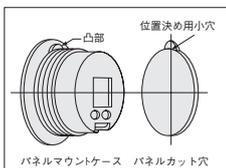

図1
3. パネルに取り付ける際は、パネルマウントケースフランジ部裏側の凸部とパネルカット穴の位置決め用小穴との位置図(図1参照)を合わせてから行ってください。